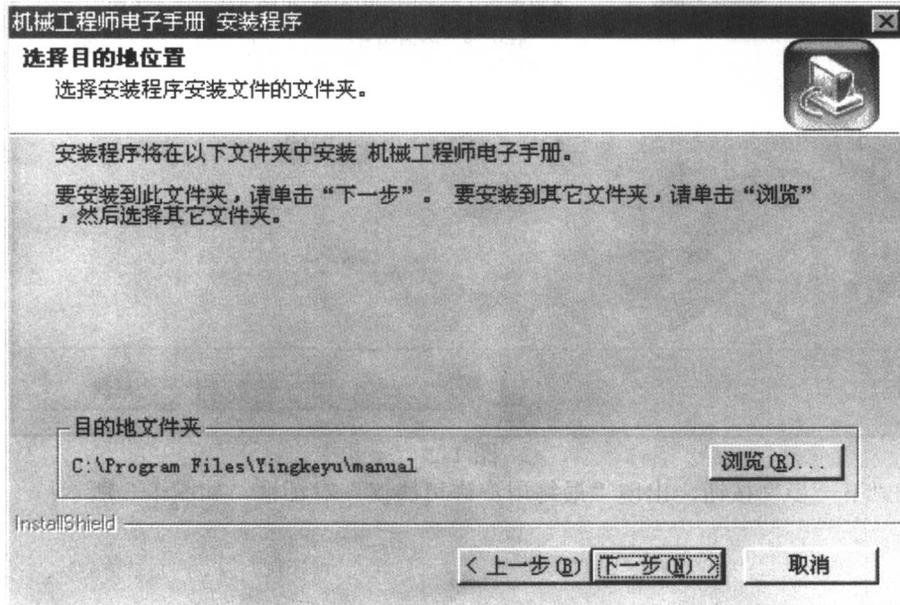

图 1-4
如果您接受该协议，请点击“是 (Y)”按钮，出现“选择目的地位置”的对话框，如图 1-4 所示：